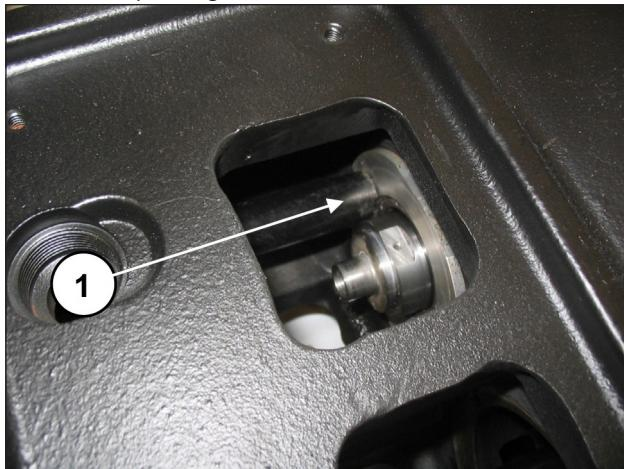
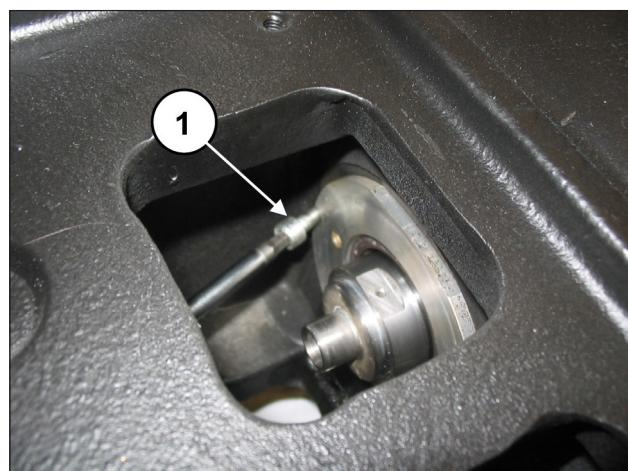

Fig. 172
Fig. 173
S'assurer que le couvercle entre à fond dans le logement (rep. ①, Fig. 172) en ayant soin de ne pas endommager la lèvre du joint d'huile. Visser le couvercle du joint d'huile à l'aide de 2 vis M6x14 (rep. ①, Fig. 173).